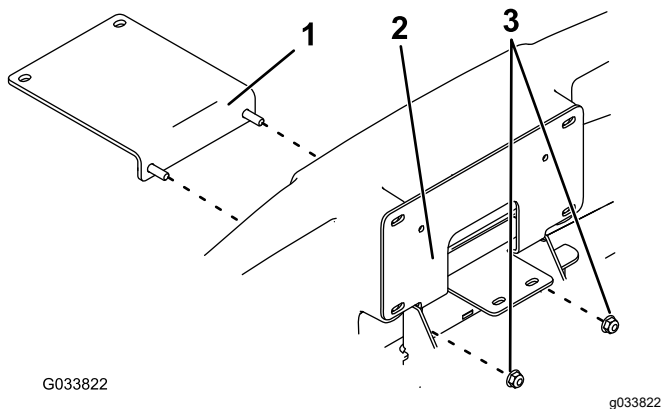

図 6
1. 短い上部ブラシガードブラケットをバンパーに通して取り付ける **図 6**.
3. **図 6**に示すように、ナット (5/16") 2個を使ってバンパーサポートブラケットを固定する。